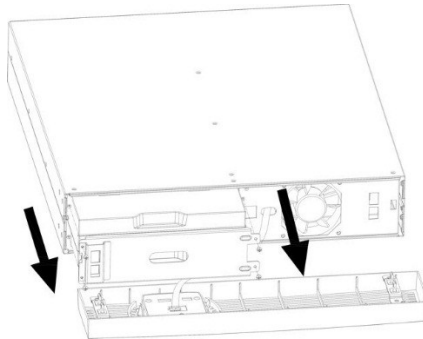

Figura 23: Rimozione della copertura delle batterie
3. Rimuovere la copertura delle batterie (cfr. Figura 23).